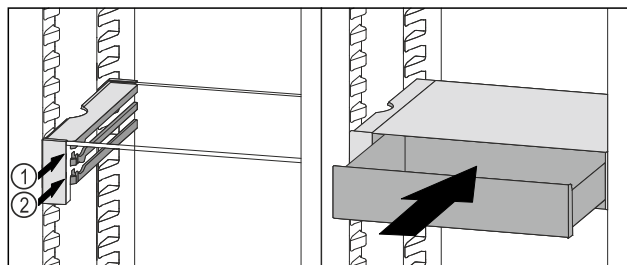

Fig. 121
- ▶ Plasser VarioSafe-skuffen bak stopperne på ønsket rille Fig. 121 (1) eller Fig. 121 (2).